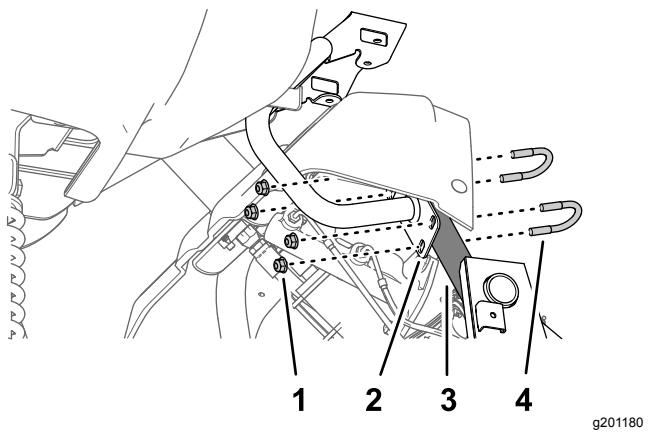

图164
3. 用 2 个 U 形螺栓和 4 个凸缘锁紧螺母 $5/16$ 英寸将监控器安装架的底板组装到机器底板的支撑管上图164。